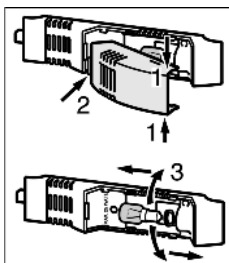

Fig. 14
- Kryt světla uchopte nahoře a dole Fig. 14 (1).
- Kryt světla vzadu uvolněte ze západek a vysadte Fig. 14 (2).
- Vyměňte žárovku Fig. 14 (3).